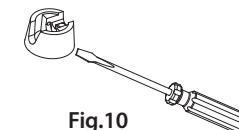

Fig.10
2. Du behöver en skravmejsel för att demontera det gröna skyddet från ditt Heineken-fat (fig. 10).